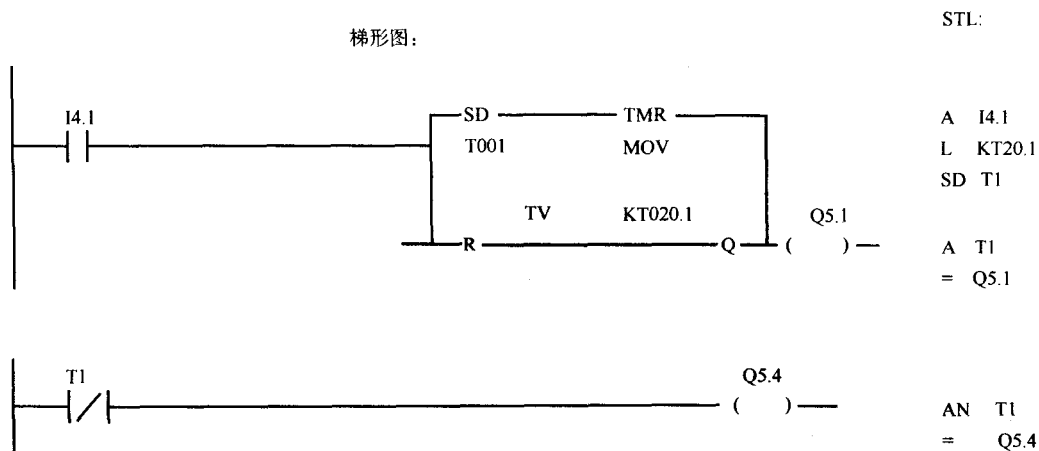

图 4-5 包含 STEP5 时器的程序，用梯形图和 STL 语言
Siemens 定时器由布尔量的启动控制逻辑启动。图 4-5 所示的定时器每当启动控制 RLO 从假跳变为真时, 重新加载预设值并开始减量计时。定时器启动后, PLC 必须重新执行定时器指令使累计值减量, 并当定时器已经计数到零时改变定时器的定时器线圈
(Tx)。待复制的定时器线圈 (Tx) 的地址可输入到梯形图定时器元素的输出 (Q)，或定时器线圈 (Tx) 可当作另一个布尔逻辑语句的一部分来检查 (如图 4-5 的第二个程序网络所示)。
图 4-5 例程所示为 S5 PLC 支持的梯形图开延时 (SD) 定时器指令。（旁边的 STL 程序不是对梯形图程序的直接翻译。）此例中，I4.1 用于控制定时器的启动。当 I4.1 从关切换到开，定时器指令向定时器 1 (T001) 的存储器单元置入初始化时间值，然后开始减计数。如图 4-5 所示，定时器常量 KT20.1，设置定时器计时 20 个时间单元，每个时间单元长 0.1s。梯形图定时器指令提供一个定时器复位 (R) 输入，当（可选的）控制逻辑语句为真时，该输入用于清除定时器的存储单元（此例中没用到复位控制逻辑）。在定时器计时到零后，开延时定时器打开定时器线圈状态位。如果程序员输入另一 Q 触点的位地址，定时器线圈状